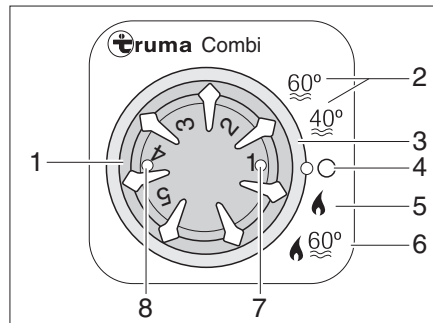

Fig. 111 Unidad de mando para la calefacción/caldera
- Seleccionar el modo de funcionamiento con el interruptor giratorio (Fig. 111,3).
La calefacción selecciona por sí sola la potencia de quemador necesaria. En el modo de funcionamiento "Calefacción y caldera" (Fig. 111,6) se calienta también el agua en la caldera. La calefacción puede utilizarse en el modo de funcionamiento "Calefacción sin caldera" (Fig. 111,5) con la caldera vacía.
- Poner el botón giratorio de temperatura (Fig. 111,1) de la unidad de mando en el nivel de calefacción deseado.
- Poner el interruptor giratorio (Fig. 111,3) en modo de invierno "Calefacción sin caldera" (Fig. 111,5) o en modo de invierno "Calefacción y caldera" (Fig. 111,6).
La luz de control verde (Fig. 111,7) se enciende.
- Ajustar el interruptor giratorio (Fig. 111,3) en "O" (Fig. 111,4).
La combinación de los funcionamientos a gas y con electricidad a 230 V acorta el tiempo de calentamiento (esto solo es posible si en la unidad de mando (Fig. 111) la calefacción se encuentra ajustada en modo de invierno).